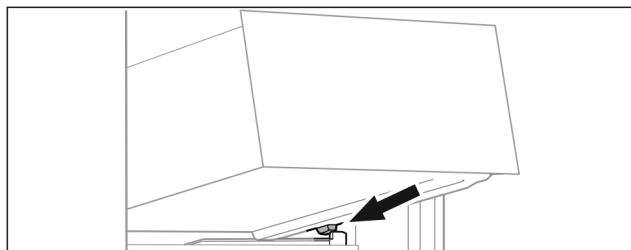

Fig. 139
- ▶ Наклоняя вниз, установите выдвижной ящик за стопоры на контейнерное ребро. (см. Fig. 139)